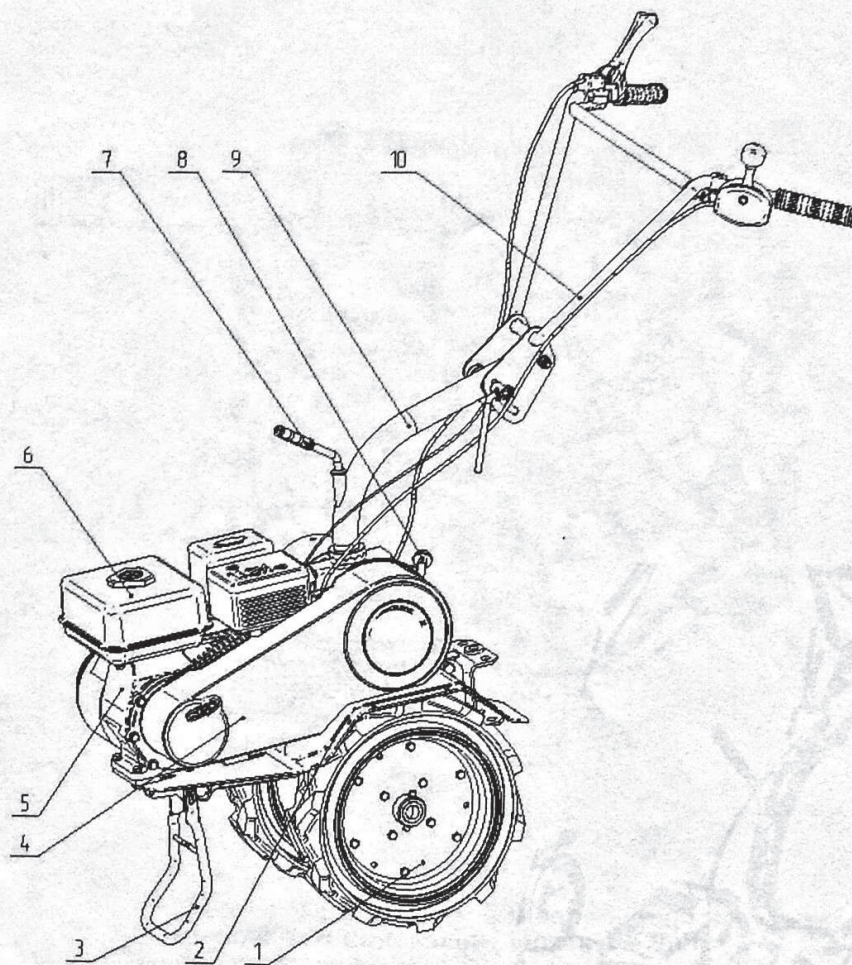
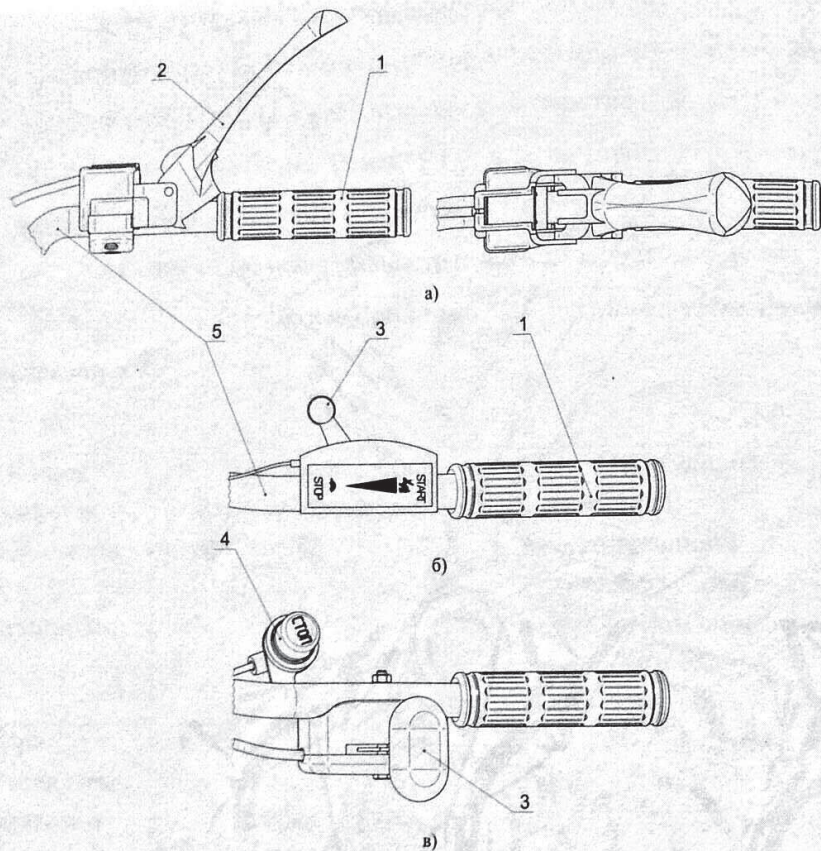

Рис.1 Устройство мотоблока
Рис. 2 Органы управления мотоблоком
- установите стойку руля 9 (рис. 1) на верхнюю часть редуктора мотоблока и ручкой стойки руля 7 закрепите стойку на редукторе;
двигателе рычаг переключения передач должен быть в положении «Н» (нейтраль) рис.5. Перед началом движения рукоятку-опору 3 рис.1 перевести в горизонтальное положение.
При запуске мотоблока рычаг сцепления 2 (рис.2а) на правой рукоятке находится в положении «Выключено» (рычаг отжат). Рычаг управления дроссельной заслонкой 3 (рис. 2б, 2в) на левой рукоятке, установите в положение «Start». Рычаг воздушной заслонки карбюратора (находящийся на двигателе) установите в положение «Перекрыть». Убедитесь, что рычаг переключения передач 8 (рис.1) в нейтральном положении («Н» на этикетке положений рычага переключения передач). Произведите пуск двигателя, как указано в «Руководстве по эксплуатации двигателя».
Примечание: Мотоблок выпускается с двумя вариантами рычага управления дроссельной заслонкой (рис.2б и 2в) в зависимости от типа применяемого двигателя.
Оставляя рычаг сцепления 2 (рис. 2а) в положении «Выключено», переместите рычаг управления передач 8 (рис. 1) в
положение «I» (1-я скорость), переместите рычаг управления дроссельной заслонкой двигателя 3 (рис. 2б) на левой рукоятке мотоблока по часовой стрелке (на увеличение частоты вращения двигателя). Плавно переместите рычаг сцепления из положения «Выключено» в положение «Включено». Колеса начнут вращаться.
По окончании работы мотоблока выключите сцепление, уменьшите частоту вращения двигателя, переведите рычаг переключения передач в положение «Н» (нейтраль), переведите двигатель на режим «Холостой ход», проработайте на холостом ходу 2...3 мин и остановите двигатель, нажав на кнопку «Stop» 4 (рис. 2в), находящуюся на левой рукоятке. Закройте топливный краник на топливной бачке двигателя. Если в исполнении мотоблока кнопка «Stop» отсутствует, то необходимо довести рычаг управления дроссельной заслонкой 3 до положения «Stop» (рис. 2б).
Высота руля мотоблока устанавливается следующим образом: установите мотоблок в горизонтальное положение, ослабьте зажим 3 рис. 6, поднимите или опустите руль на требуемую высоту и затяните зажим. Для поворота руля необходимо отвернуть на несколько оборотов ручку стойки руля 7 рис. 1, повернуть на нужный угол стойку руля и завернуть ручку до упора.
- снимите защитный кожух 4 рис. 1 клиноременной передачи;
- включите сцепление, т.е. рычаг сцепления 2 рис. 2а, прижмите к рукоятке;